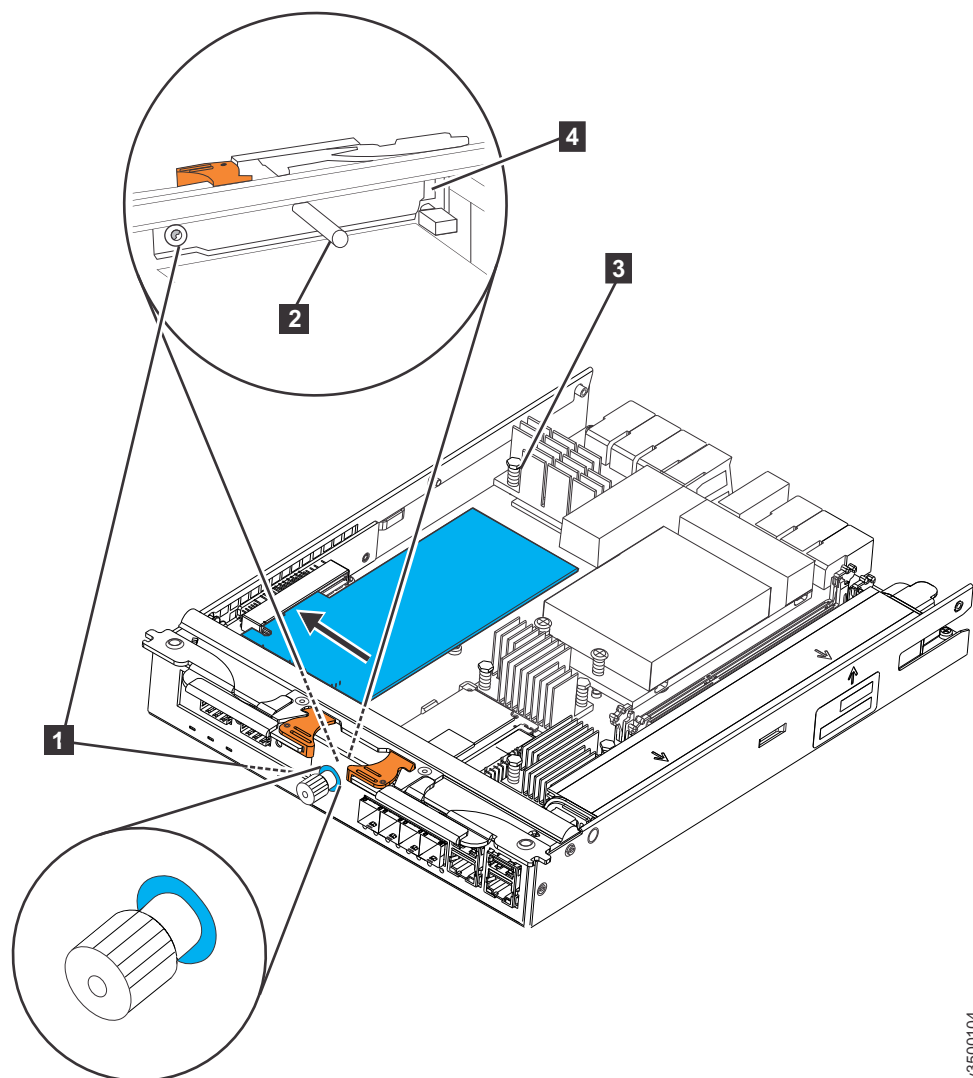

图 17. 安装 1 Gbps iSCSI 4 端口主机接口卡
1. 拧松固定指旋螺钉 **1**，如图 17 所示。
4. 将主机接口卡 **3** 插入容器，如第 25 页的图 17 所示。